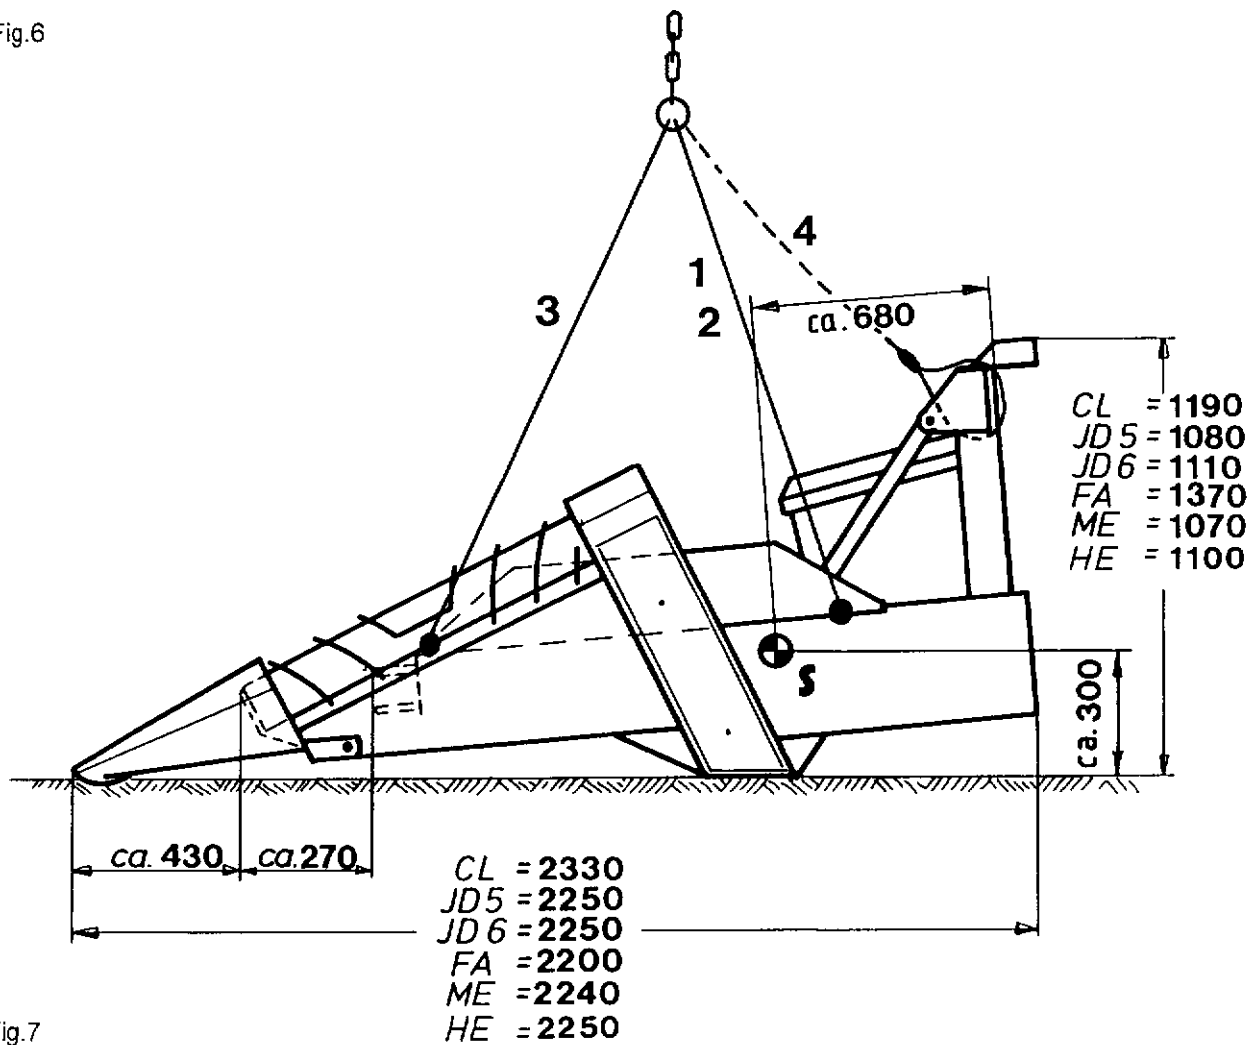

Fig.7
- 2. Verladen** Beim Verladen muß eine zusätzliche 4. Kette benutzt werden, siehe Seite 6 und 7 sowie Fig. 7.
**Verladen der Maschine** Beim Verladen des M 4500 mit hochgeklappten äußeren Einheiten muß eine zusätzliche 4. Kette (Fig.7) benutzt werden. Hierdurch wird ein Umklappen der Maschine verhindert. Sie soll nur locker eingehängt werden, da sie nicht als Lastkette, sondern als Sicherungskette genutzt wird.